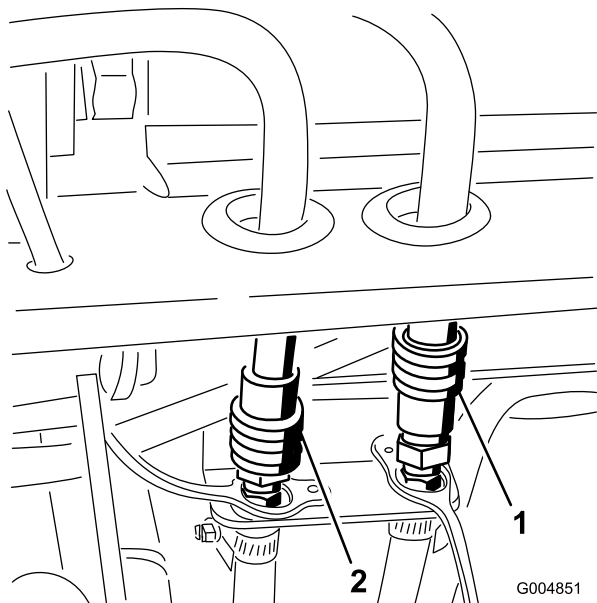

Figure 80
18. Débranchez de la cabine les flexibles à raccord rapide de pression et de retour (Figure 80). Branchez les raccords l'un dans l'autre pour les garder propres. Placez le chapeau et les bouchons protecteurs sur les raccords rapides de la machine. Assurez-vous de la propreté de tous les connecteurs avant de les raccorder.